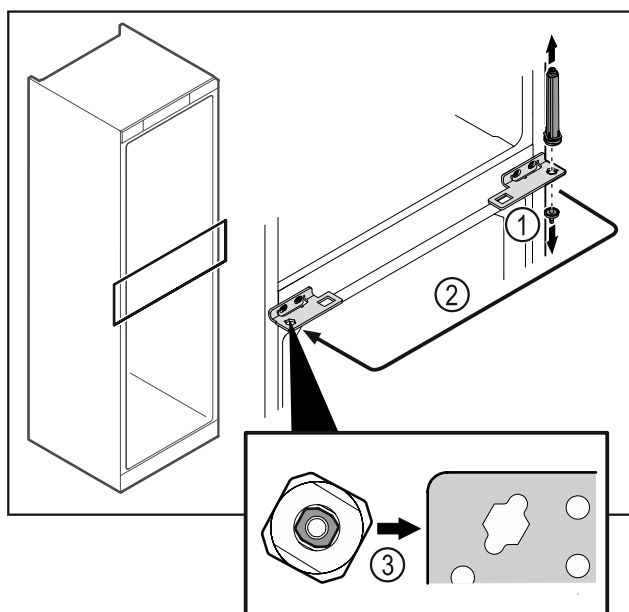

Fig. 49
- Desatornillar el perno de cierre Fig. 49 (1).
- Cambiar de posición el sistema de cierre de la puerta Fig. 49 (2).
- Al insertarlo, asegúrese de que el sistema de cierre de la puerta Fig. 49 (3) esté correctamente alineado.